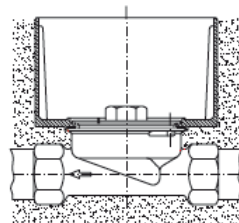

Abb. 2
- 1.3. Das UPT aufschrauben. Beigelegten L-Dichtring ins UPT unterhalb des Kopfgewindes in die dafür vorgesehene Nut einlegen und den Deckel mit aufgesetzter Einputzhaube sorgfältig dichtschauben (siehe Abb. 2). UPT fachmännisch installieren. Dabei auf Fixierung der Rohrinstallation mit schallisolierten Schellen möglichst in optimaler Einputztiefe achten. Die optimale Einputztiefe (Mitte Rohr unter Fertigwand) entspricht 65 mm bis 93 mm. Größere Tiefen erfordern eine Spezialrosette.
- 1.3. Unscrew the FMP. Insert the enclosed L-sealing ring into the FMP below the head thread in the groove provided and carefully screw the lid tightly with the inserted flush-mounted cover (see Fig. 2). Expertly install the FMP. Pay attention to the fixing of the pipe installation with the noise-insulated brackets, ideally with the optimal flush-mounting depth. The optimal flush-mounted depth (centre pipe under pre-fabricated wall) is 65 mm to 93 mm. Greater depths require a special rosette.